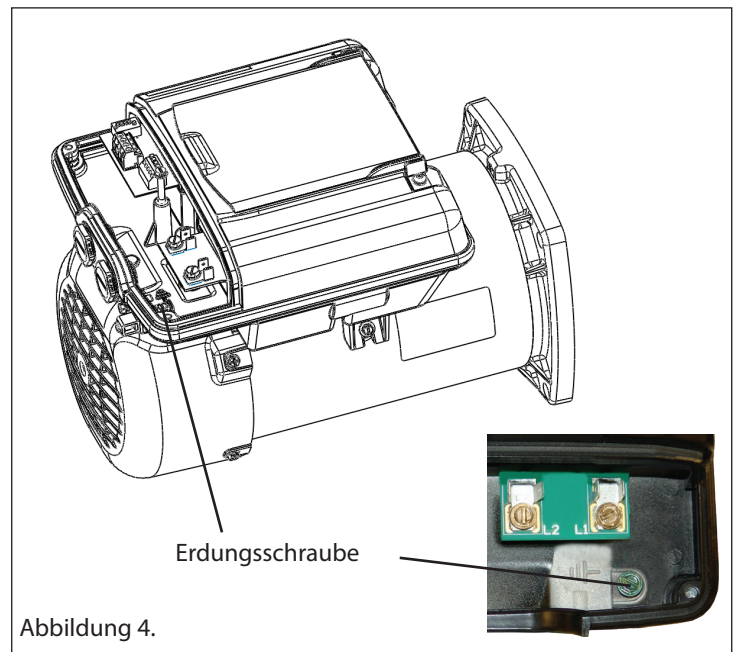

Abbildung 4.
6. Erden Sie den Motor dauerhaft und verwenden Sie dazu die Erdungsschraube im Inneren der hinteren Steuerungsschnittstelle, siehe Abbildung 4. Verwenden Sie Leitungen mit passendem Typ und Querschnitt gemäß den aktuellen örtlichen Vorschriften. Überzeugen Sie sich, dass die Erdungsleitung an ein Erdungssystem angeschlossen ist.